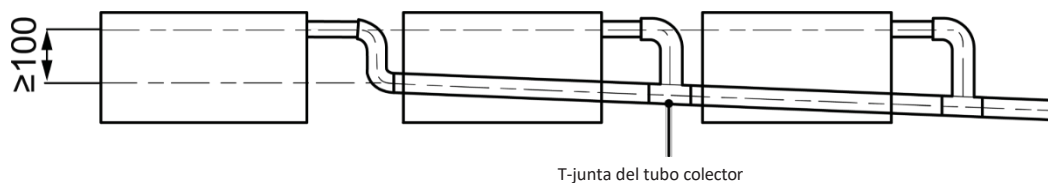

Fig. 4.11
- 4 Al conectar varios tubos de desagüe, siga las instrucciones indicadas en la Fig. 4.11.